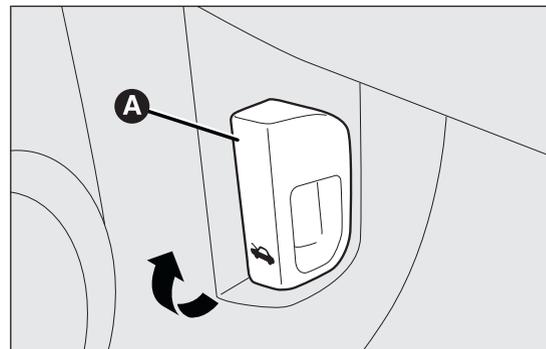

fig. 83
- tirar de la palanca A fig. 83 en el sentido indicado por la flecha;